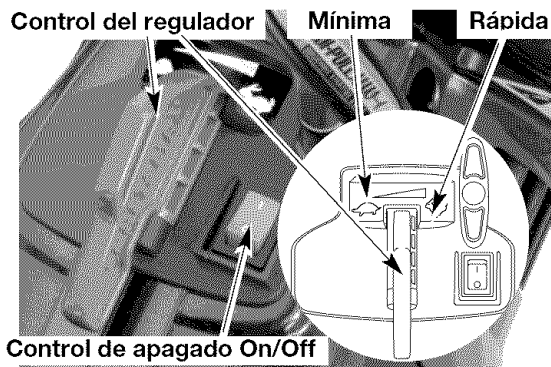
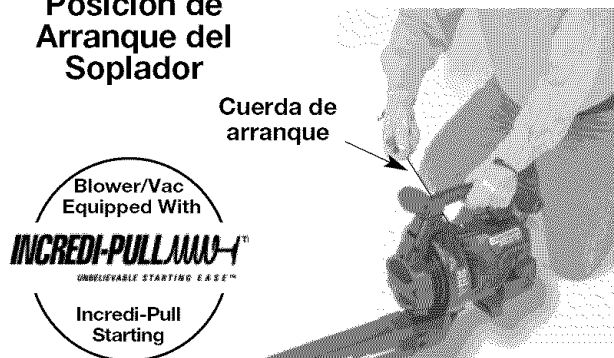

Fig. 9
Fig. 11
ADVERTENCIA: Evite los arranques accidentales. Esté en posición de arranque cuando hale la cuerda (Fig. 11 y 12).
3. Ponga la unidad en la posición de arranque (Fig. 11 o Fig. 12). Coloque el control del regulador en la posición de mínima (☛) (Fig. 9).